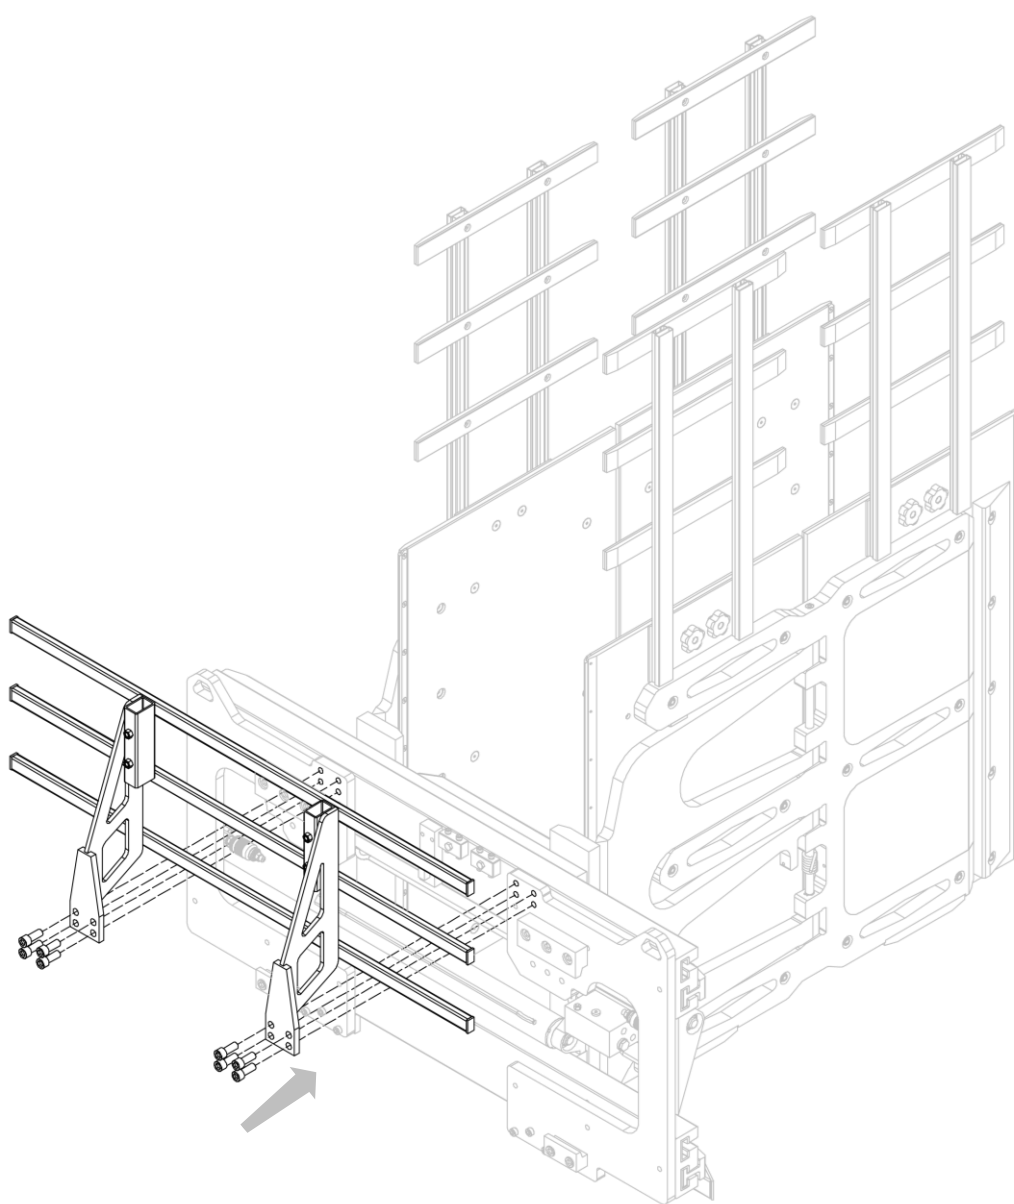

Figura 43
3. Installare il telaio reggicarico sull'attrezzatura (vedi *Figura 43*).